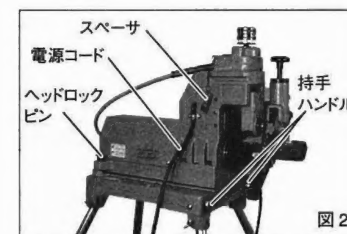
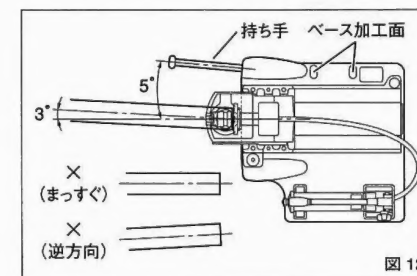

図2
図12
- ⑤ ロックピンの操作は正しく行ってください。(図2、図12参照)
② パイプの振り調整(図12)
パイプをまっすぐまたは、逆方向にセットすると加工中にパイプが抜け出し、ローラから脱落する恐れがあります。事故やケガの原因となりますので、必ず図12の方向に振ってセットしてください。